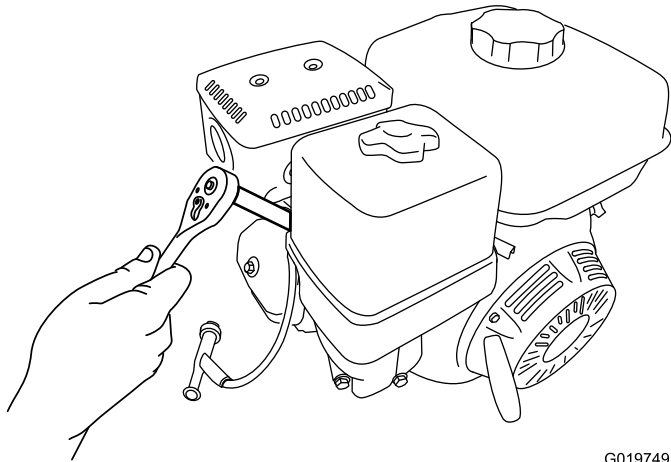

Figure 49
5. Avec une clé de 20 mm (13/16 po), tournez la bougie dans le sens antihoraire pour la déposer ainsi que la rondelle d'étanchéité (Figure 49).
2. Avec une clé de 20 mm (13/16 po), tournez la bougie dans le sens horaire jusqu'à ce qu'elle soit en place avec sa rondelle d'étanchéité (Figure 49).